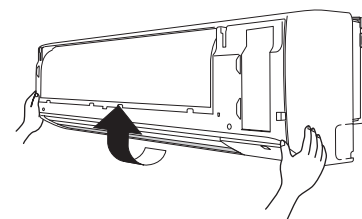

Fig. 3-16
- (6) Soulever la grille dans le sens indiqué par la flèche et la tirer vers soi pour l'enlever. (Fig. 3-16)